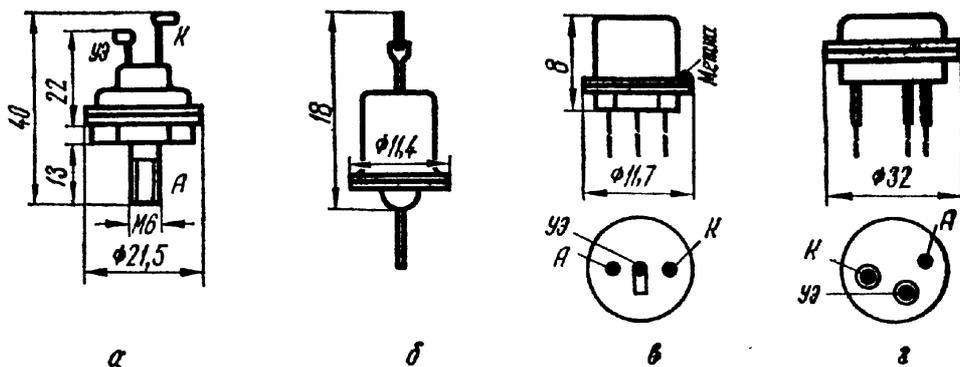

Рис. 272. Внешний вид и основные размеры тиристоров
**Д235 (А; Б; В; Г).** Кремниевые неуправляемые диоды (рис. 272, а). Диапазон рабочих температур от —60 до +100° С. Наибольшая температура корпуса 100° С.
Д238 (А; Б; В; Г; Д; Е). Кремниевые управляемые диоды (рис. 272, г). Диапазон рабочих температур от —60° С окружающей среды до 100° С на корпусе.
**КН102 (А, Б, В, Г, Д, Ж, И).** Неуправляемые переключающие диоды (см. рис. 272, б). Диапазон рабочих температур от —40 до +70° С.
**КУ101 (А; Б; Г; Е).** Переключающие управляемые диоды (см. рис. 272, в). Диапазон рабочих температур от —55 до +85° С, Метка возле вывода катода,
**КУ103 (А, Б; Г, Е).** Переключающие управляемые диоды (см. рис. 272, з). Диапазон рабочих температур от  $-40$  до  $+55^{\circ}\text{C}$ . Наибольшая температура корпуса  $85^{\circ}\text{C}$ .